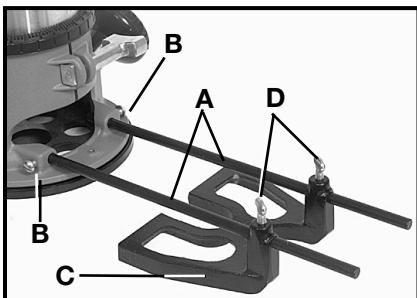

Fig. 6
Para montarla, introduzca las Varillas de Guía (A) en los agujeros de la base, Fig. 6, y sujetéelas con los tornillos (B). La guía (C) se ajusta en las varillas y se sujeta en la posición deseada con los Tornillos Manuales (D).